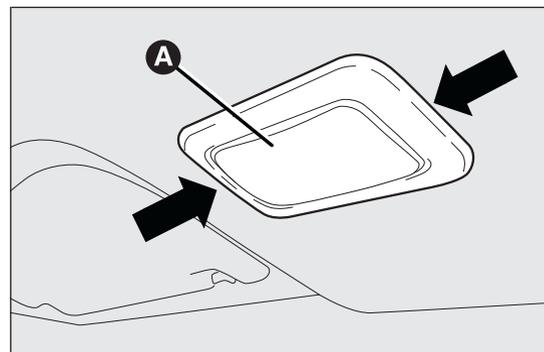

fig. 148
- extraer el plafón A fig. 148 interviniendo en los puntos indicados por las flechas;